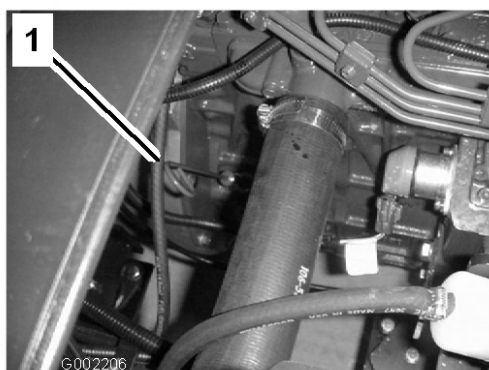

Figura 38
2. Togliete l'asta di livello ed asciugatela con un panno pulito (Figura 38). Inserite l'asta nel tubo e verificate che sia inserita a fondo. Rimuovete l'asta e controllate il livello dell'olio.
13. Togliete il tappo di rifornimento dell'olio e versate lentamente circa l'80% della quantità d'olio indicata nel foro di riempimento del motore (Figura 38).